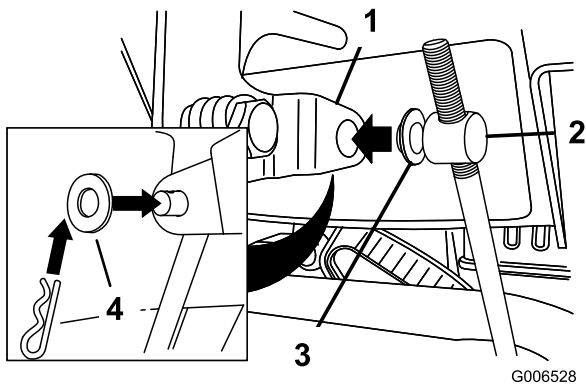

Bild 11
3. Entfernen Sie den Splint und die äußere Scheibe vom Drehzapfen am oberen Ende des Geschwindigkeitseinstellgestänges (Bild 11).
Hinweis: Lassen Sie die Flachscheibe auf dem Drehzapfen, um den Einbau zu vereinfachen (Bild 11).
6. Heben Sie das Geschwindigkeitseinstellgestänge an und setzen Sie den Drehzapfen in das Loch im Geschwindigkeitsschalthebel (Bild 11).
- B. Schließen Sie den Drehzapfen vom Geschwindigkeitsschalthebel ab (Bild 11).
- C. Drehen Sie den Drehzapfen auf der Geschwindigkeitsschalstange nach unten (nach rechts) (Bild 11).
D. Schließen Sie den Drehzapfen am Geschwindigkeitsschalthebel an (Bild 11).
- C. Drehen Sie den Drehzapfen auf der Geschwindigkeitsschaltstange nach oben (nach links) (Bild 11).
- D. Schließen Sie den Drehzapfen am Geschwindigkeitsschalthebel an (Bild 11).